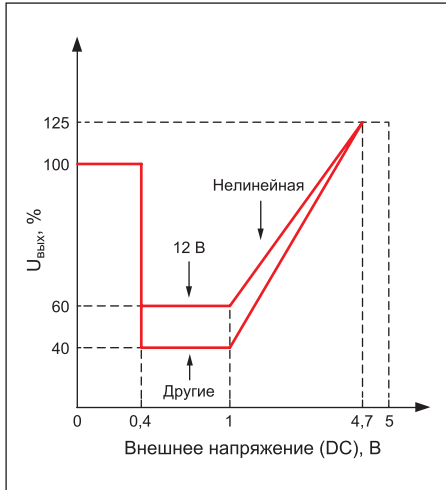

Рис. 3. График зависимости выходного напряжения от управляющего сигнала
пряжения внешний сигнал 1–4,7 В DC подключается к выводам 12 (PV) и 14 (–V signal). При изменении управляющего сигнала происходит изменение выходного напряжения источника питания в соответствии с графиком, изображенным на рис. 3. Как видно из графика, регулировка для моделей с напряжением 12 В доступна только от 60%. Для остальных моделей — от 40%.